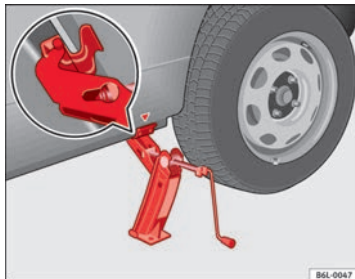

Abb. 147 Wagenheber
- Richten Sie den Wagenheber so aus, dass seine Klaue den Steg des Unterholms umfasst und die bewegliche Grundplatte plan auf dem Boden aufliegt ⇒ Abb. 147.